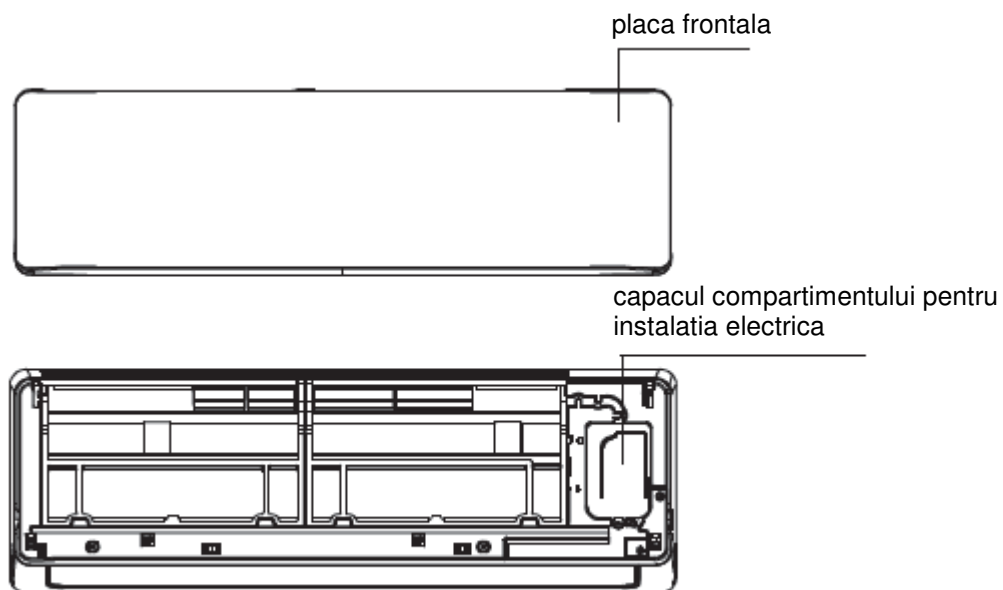

Fig.7-1
1. Scoateti placa frontala, apoi demontati placa capacului afisajului. (vezi Fig. 7-1)